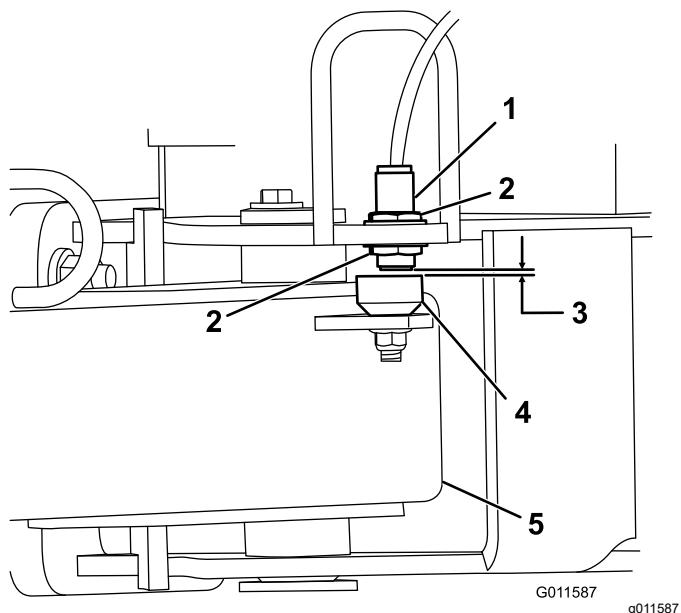

Figura 4
- Afloje las contratuerzas que sujetan el interruptor de proximidad al bastidor y baje el interruptor hasta que esté a 2,6–4 mm del sensor de la barra de tracción (Figura 4). Apriete las contratuerzas para afianzar el ajuste.